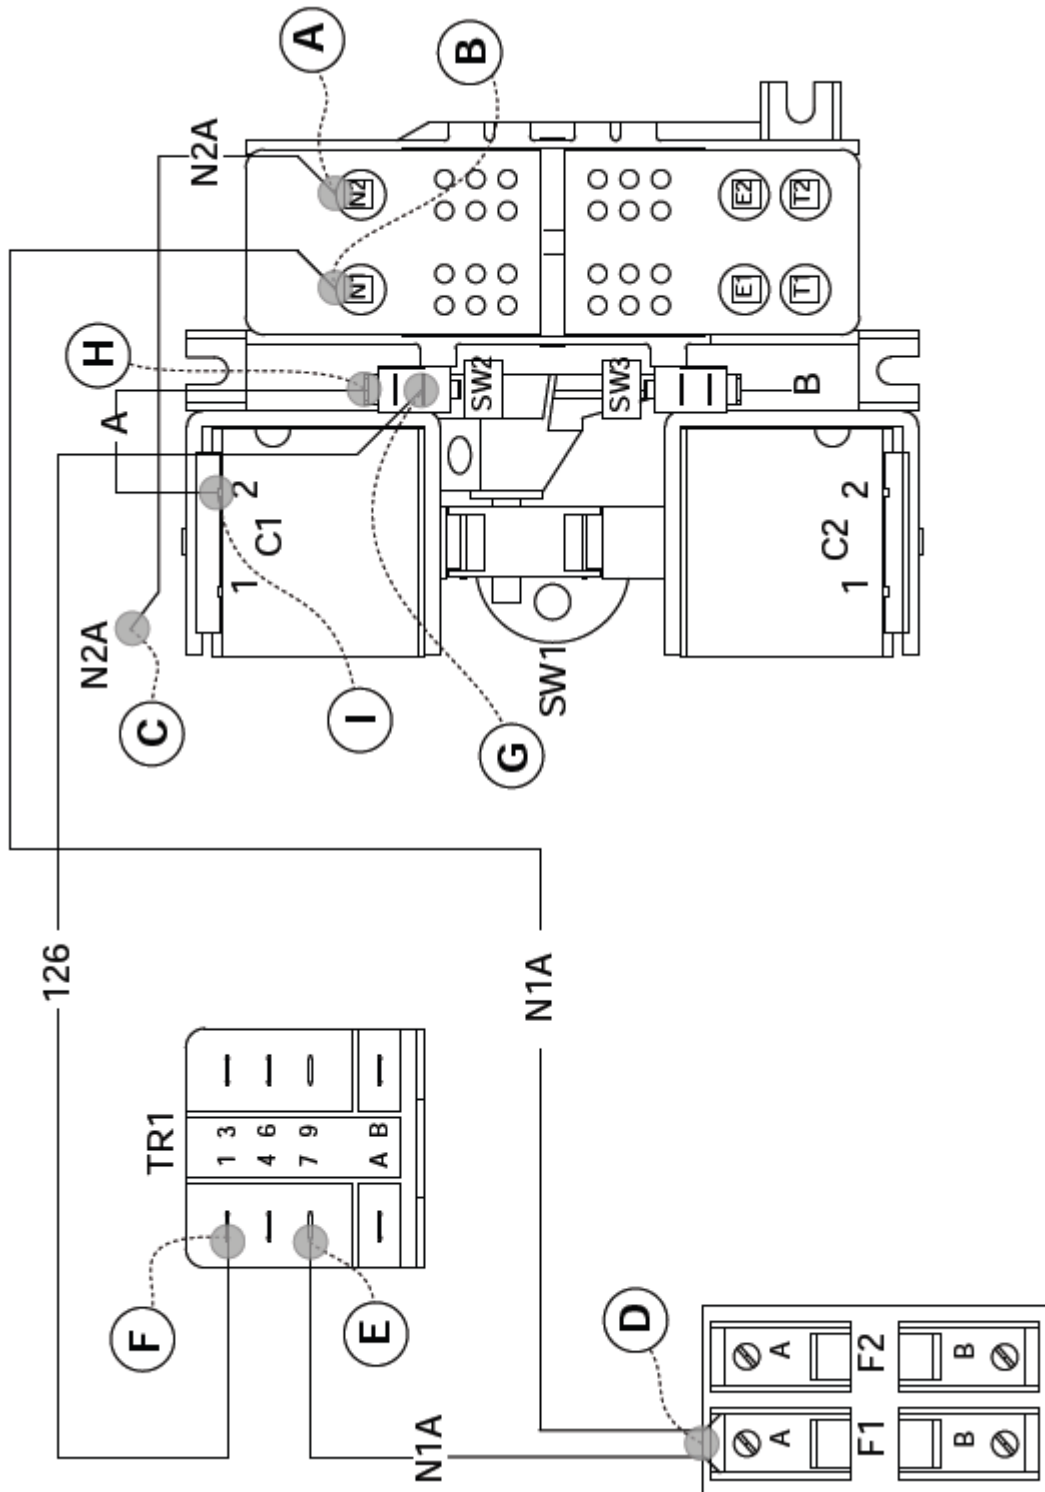

Рисунок 7. Точки тестирования контура управления сетевым источником электроснабжения
- Вытащить предохранители F1, F2 и F3 из патронов (смотреть рисунок 7).